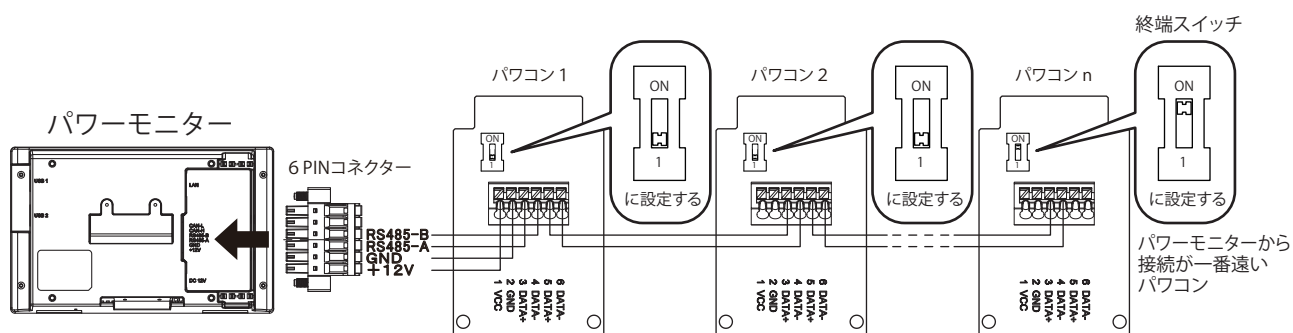

図 6-18 複数のパワーコンディショナを接続するとき
- ・複数のパワーコンディショナを直列接続するときは、図 6-18 のとおり、最後のパワーコンディショナの終端抵抗を ON に設定してください。